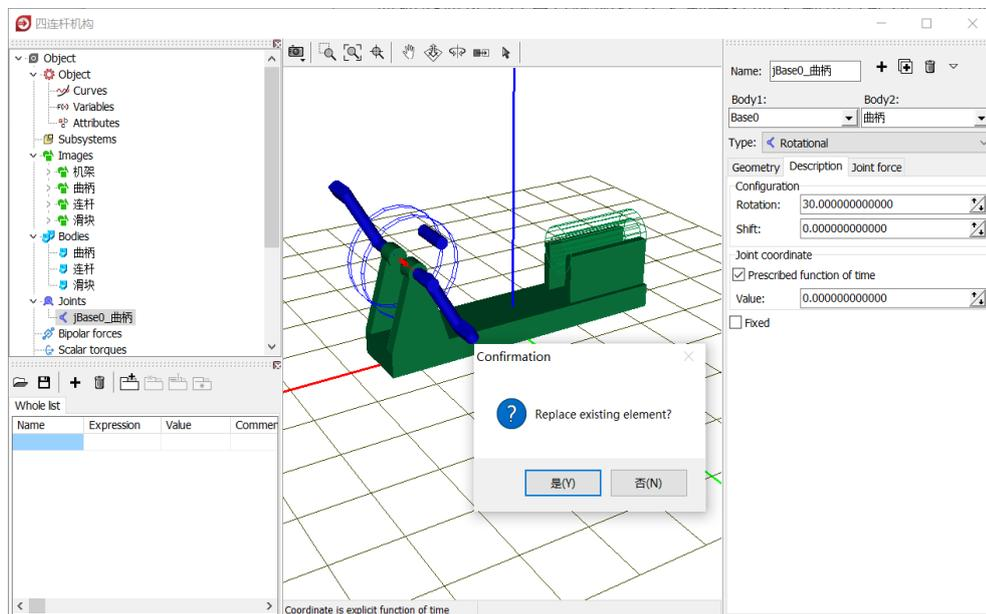

图 2-54
- 10) 切换到 **Description** 页面, 设置 **Rotation** 值为 **30 (°)**, 作为初始状态。然后, 勾选 **Prescribed function of time**, 然后在弹出对话框点是 **(Y)**, 如图 2-54。